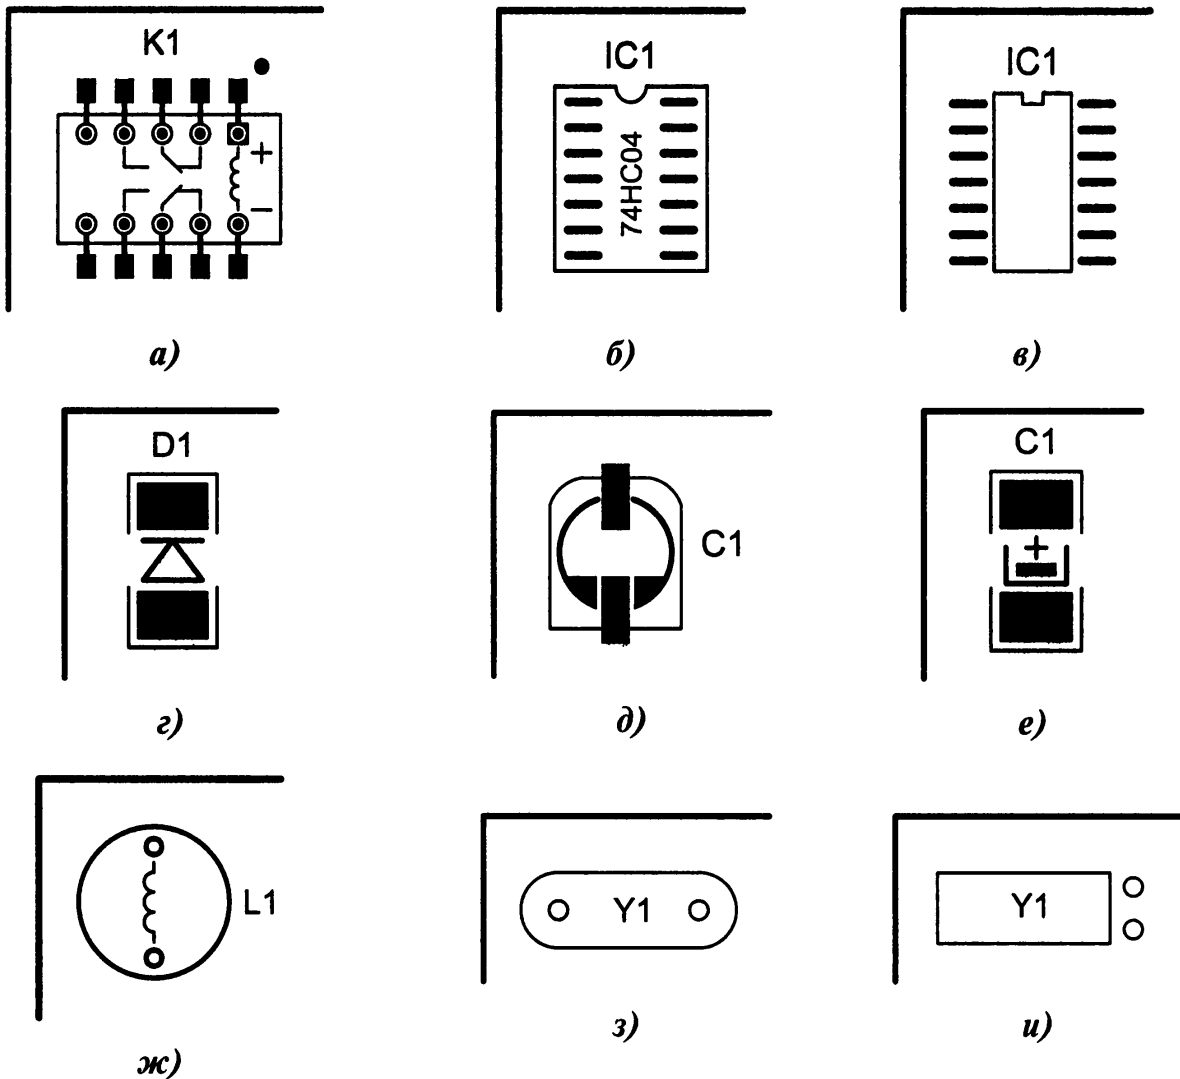

Рис. 13.29. Графика на плате, скрытая корпусами элементов:
Иногда маркировочная графика находится не снаружи ЭРИ, а внутри его посадочного места. Это облегчает идентификацию элементов при монтаже, но затрудняет поиск при ремонте, поскольку рисунков видно не будет (Рис. 13.29, а...и).
- е) аналогично Рис. 13.29, д, но без видимого «ключа» маркировки полярности;
- и) аналогично Рис. 13.29, з, но для цилиндрического кварцевого резонатора *Y1*